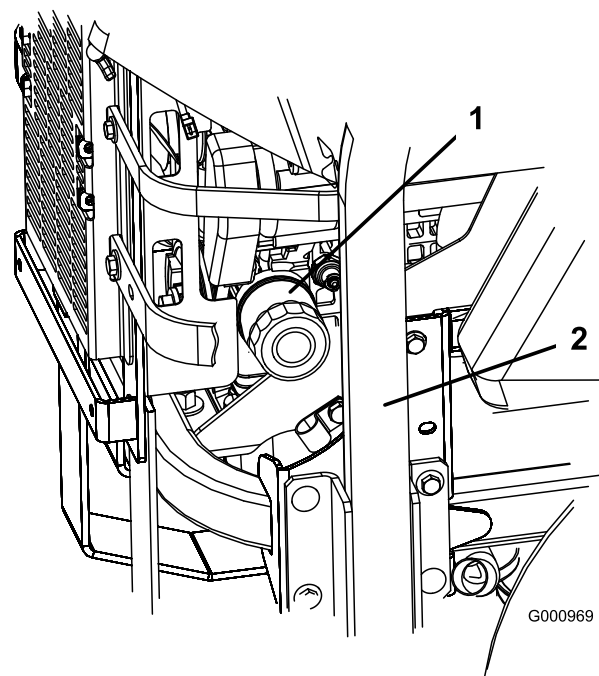
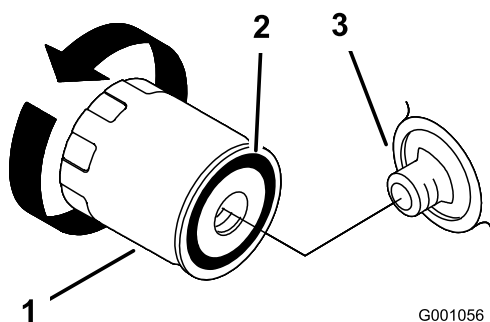

Figure 48
Figure 49
2. Tournez le filtre dans le sens anti-horaire pour le déposer (Figure 48 et Figure 49).